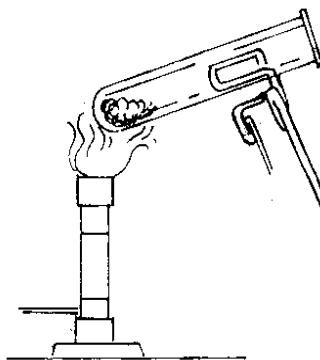

Figura 1.2
- 3.3 Sostener con el auxilio de pinzas para tubo de ensaye, los tubos sobre la flama del mechero Bunsen (ver figura 1.2)